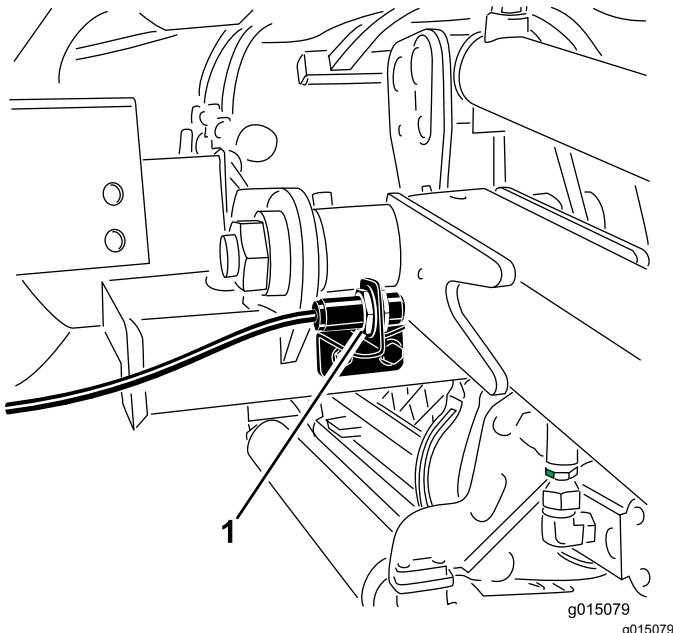

図 39
2. 升降アームスイッチは、前右昇降アームの裏側にあります図 39。
3. スイッチ取り付けねじ図 39をゆるめ、昇降アームの旋回高さを高くしたい場合にはスイッチを上に移動させる旋回高さを低くしたい場合にはスイッチを下に移動させる。調整ができたらねじを締め付ける。